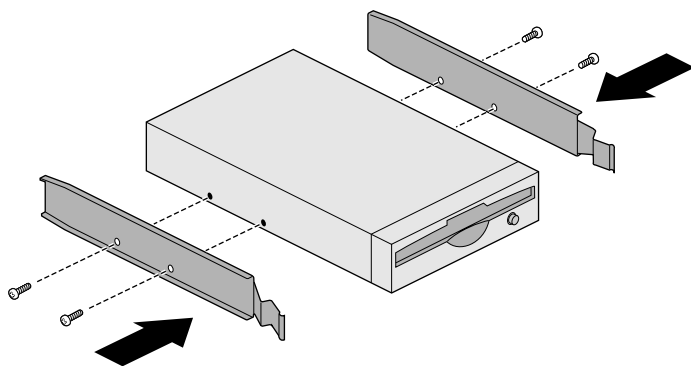

Figura 4-3 Fissaggio delle slitte a un'unità per supporti rimovibili
6. Fissare le slitte su entrambi i lati dell'unità, come illustrato nella Figura 4-3.